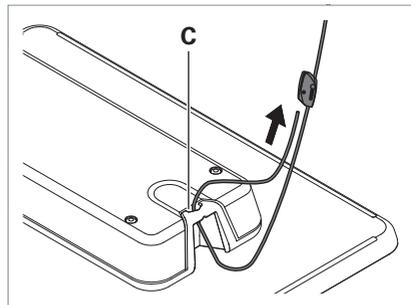

Fig. 3: Fäst vajern på armaturen.
- ▶ För vajern genom armaturens ursparning **C**, se Fig. 3.
- ▶ För vajerens genom vajerhållarens andra ögla, se Fig. 3.